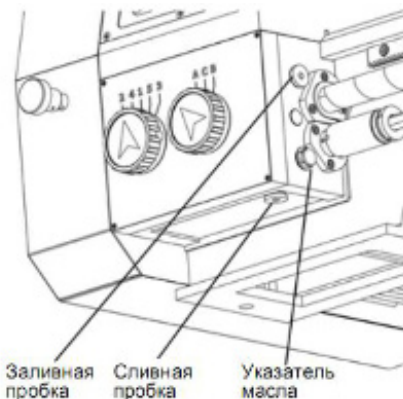

Рис. 29
1. Проверить уровень по указателю масла (Рис. 29). Если уровень меньше половины, то выполнить следующие шаги для долива.
2. Вынуть заливную пробку (Рис. 29).
3. Установить емкость под сливную пробку, удалить сливную пробку (Рис. 29) и полностью слить масло в емкость.